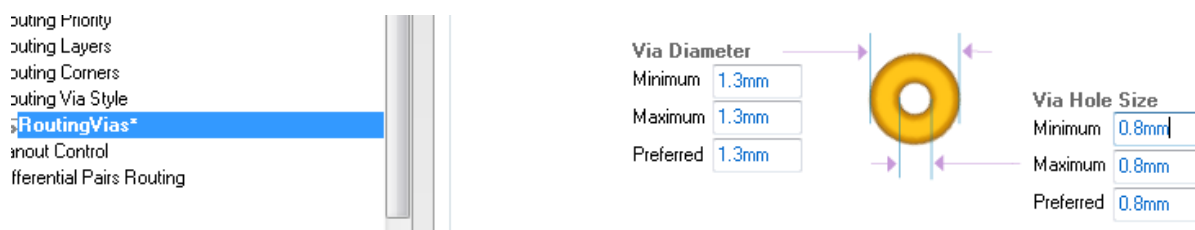

Рис. 121. Размеры переходного отверстия
3. В этом же окне (PCB Rules and Constraints Editor) выбрать категорию Routing >>Routing Via Style, правило Routing Vias и задать его свойства, как показано на Рис. 121. Нажать Apply. Выбрать категорию Electrical>>Clearance, правило Clearance. Указать минимальный зазор по 3 классу точности: 0,25 мм.